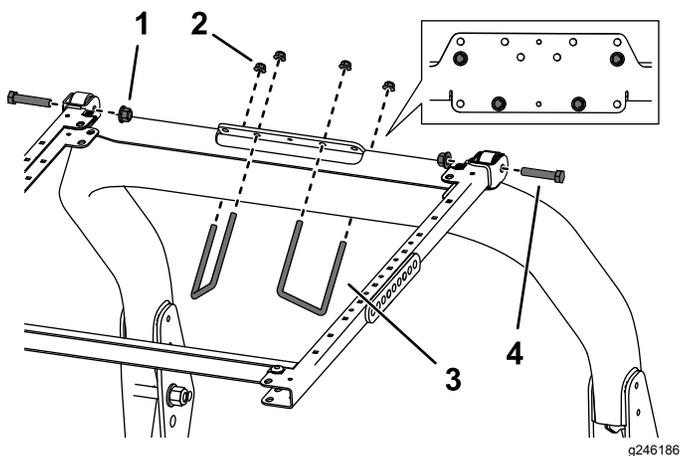

Figura 35
6. Posizionate la staffa di montaggio del ROPS sulla parte superiore del roll bar del trattorino (Figura 35). Assicuratevi che il roll bar sia centrato sulla staffa di montaggio del ROPS.
7. Utilizzando i fori di montaggio illustrati nella Figura 35, montate la staffa di montaggio del